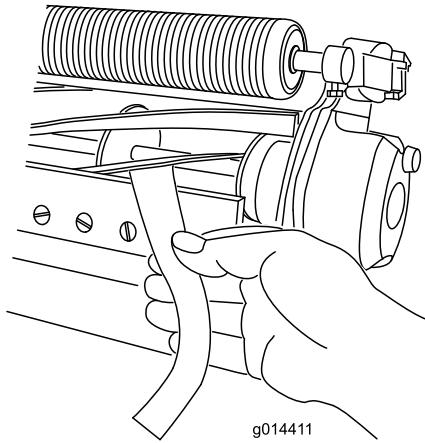

Bild 5
11. Testen Sie die Schnittleistung, indem Sie einen langen Streifen des Schnittleistungspapiers senkrecht zur Spindel und dem Untermesser zwischen die Spindel und das Untermesser legen (Bild 5). Drehen Sie die Spindel langsam vorwärts, um das Papier zu schneiden.